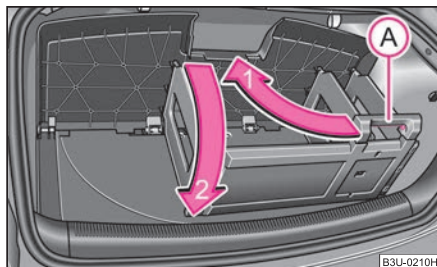

Fig. 82 Abbassamento del box
- Premere la parte inferiore della maniglia (A) ⇒ fig. 82 e abbassare gli scomparti agendo nel senso indicato dalla freccia 1. Si deve sentire l'innesto in posizione degli scomparti nel coperchio.